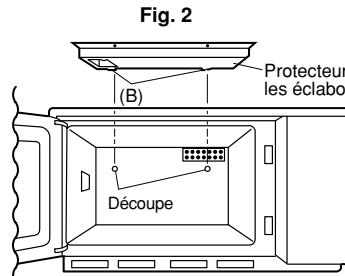

Fig. 2
1. Engagez les deux languettes du protecteur (B) dans les découpes de la paroi arrière de la cavité du four, comme le montre la figure 2.